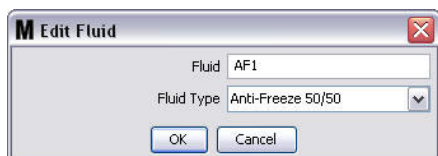

Рис. 98
7. Нажмите кнопку «Modify» [Изменить], чтобы появилось окно «Edit Fluid» [Изменить жидкость] (Рис. 98). После внесения изменений нажмите кнопку «OK» [OK], чтобы закрыть окно и сохранить.